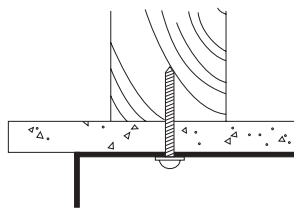

Figure 5
See Figure 5 and 6.
* Si la perceuse ne rencontre pas de montant, agrandir suffisamment le trou pour un boulon à ailettes (non fourni). Voir les Figures 5 et 6.